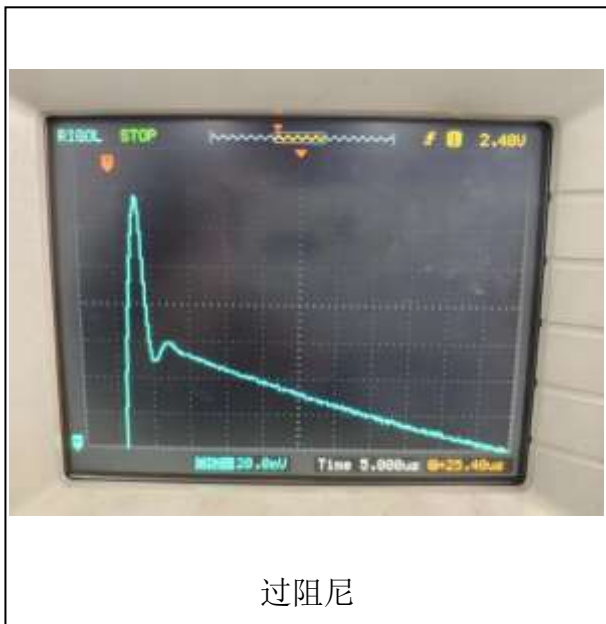

图 4.6
3) 调节变阻箱  $R$ , 观察  $RLC$  二阶电路零输入响应的三种状态波形 (欠阻尼、临界阻尼和过阻尼), 将波形存储到  $U$  盘, 课后粘贴在图 4.6 上相应方框处。**要求:** 记录临界阻尼状态下的临界阻值: